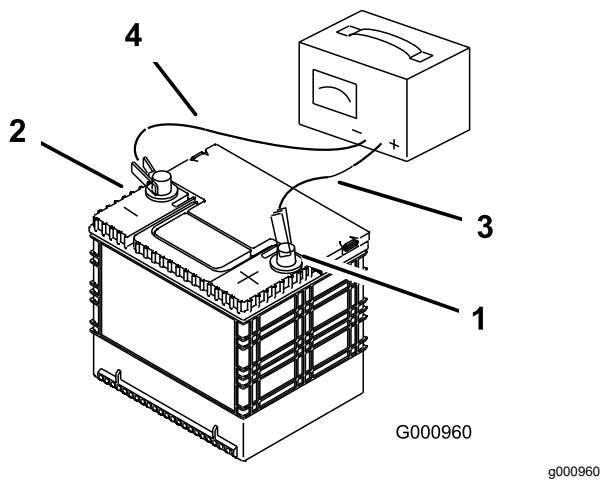

Figura 77
- 2. Quando a bateria estiver totalmente carregada, desligue o carregador da tomada elétrica e em seguida desligue os cabos do carregador dos bornes da bateria (Figura 77).